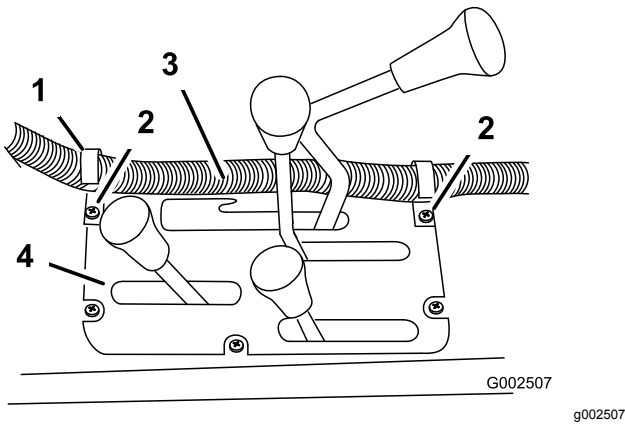
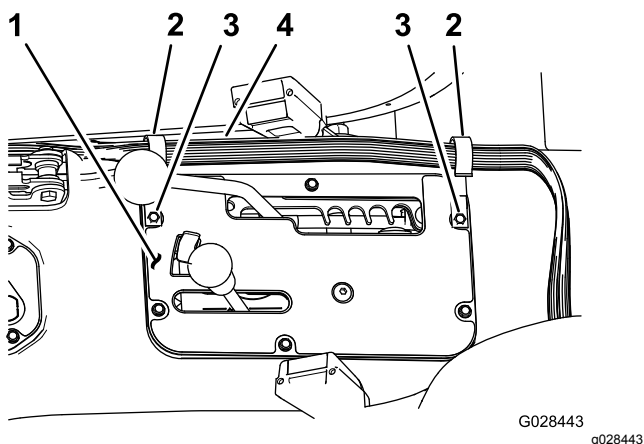

Figura 20
Figura 21
1. Instale 2 abrazaderas en J en la consola central en las posiciones indicadas en Figura 20 o Figura 21 usando los tornillos existentes.